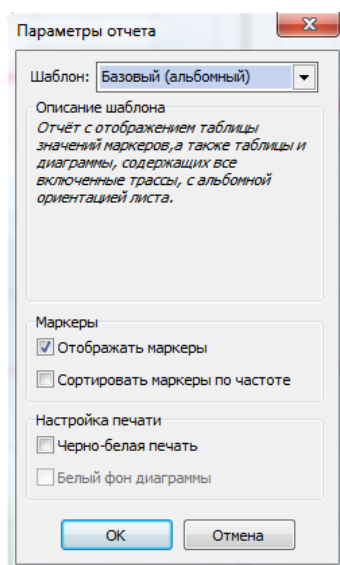

Рисунок 2.51 – Создание отчёта
**Чтобы создать отчёт**, следует выбрать пункт меню «**Диаграмма > Отчёт**», либо нажать кнопку  на панели инструментов «Анализ данных» или воспользоваться комбинацией клавиш «**Ctrl+P**». В появившемся окне «**Параметры отчёта**» (рисунок 2.51) выбрать шаблон отчёта, настроить отображение маркеров и настроить печать. Опция «**Белый фон диаграммы**» доступен только для темы оформления «**Графит**».